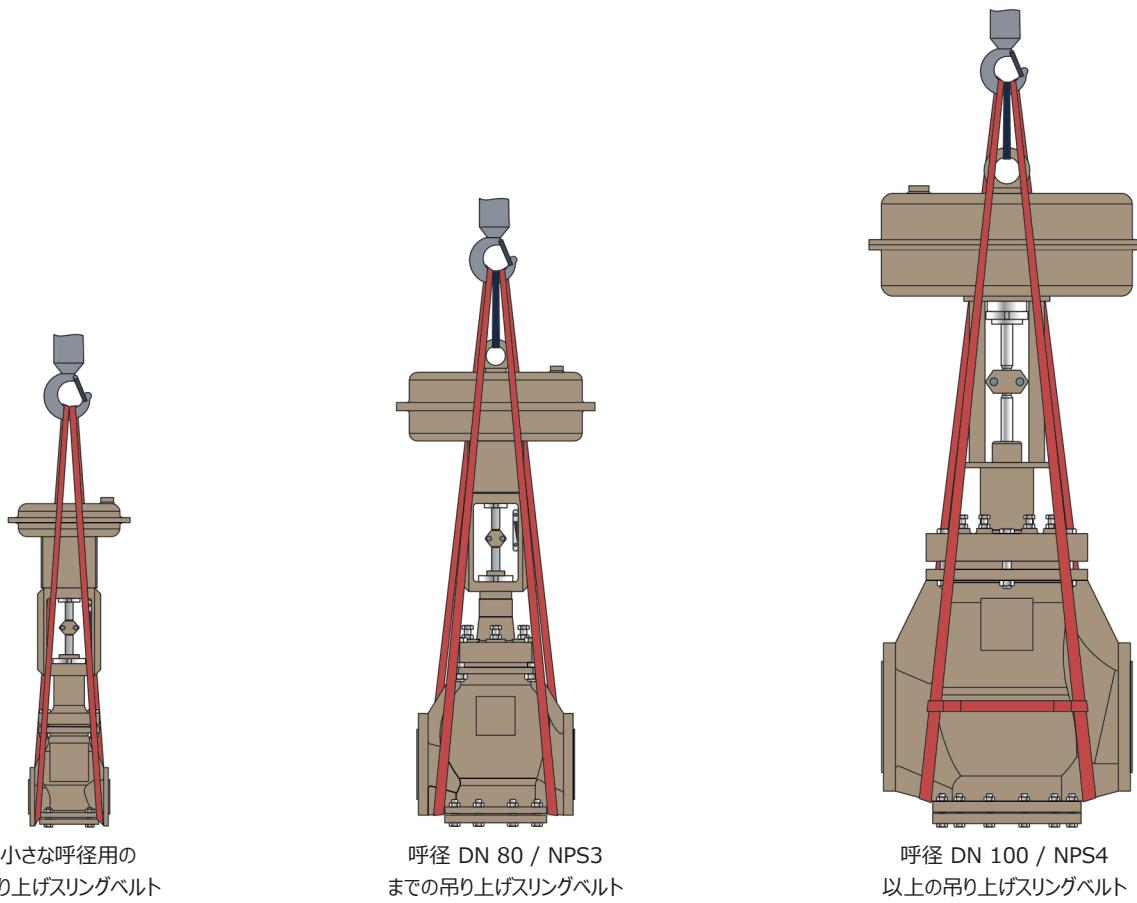

図. 4-2: 弁にスリングベルトを掛ける箇所の模式図
- ⇒ 吊り上げスリングベルトをハウジングの各フランジと、クレーンまたはフォークリフトの吊り下げ具（フックなど）に固定します（図. 4-2 を参照）。